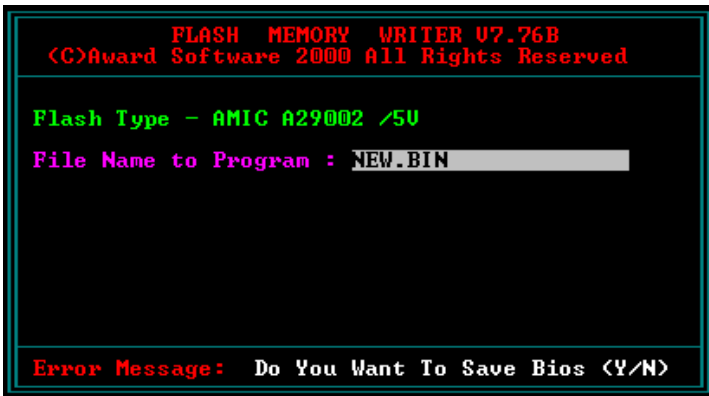

Рис. 15.3. При вводе имени файла с текущей прошивкой не забудьте про расширение
- После того как программа проверит целостность файла с новой версией BIOS, вам будет предложено сохранить старую версию в файле на диске (рис. 15.3).